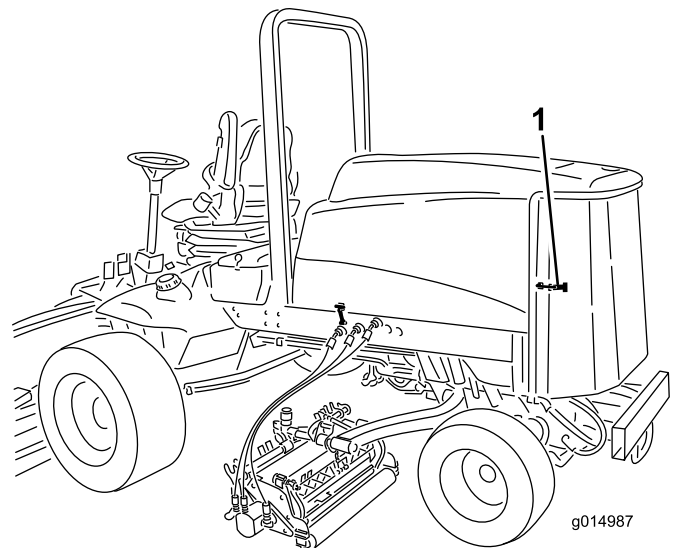

Bild 76
1. Entriegeln und schwenken Sie das hintere Drehgitter in die geöffnete Stellung (Bild 76). Entfernen Sie alle Schmutzrückstände aus dem Drehgitter.